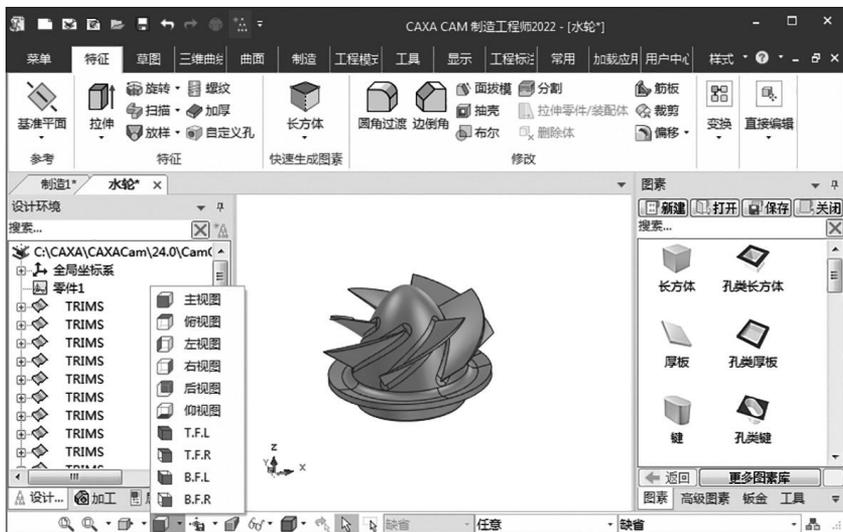

图 1-1-3 选择视图方向
(2) 单击“菜单”→“显示”→“视图设置”下拉按钮，打开视图方向菜单，选择“主视图”“俯视图”“左视图”“右视图”“后视图”“仰视图”等命令可以显示不同视图方向的零件。或在状态栏中，选择不同的视图方向，也可显示不同视图方向的零件，如图 1-1-3 所示。